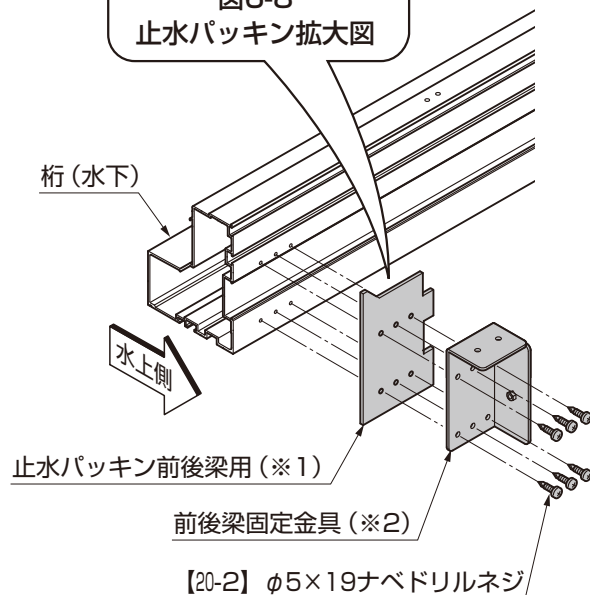
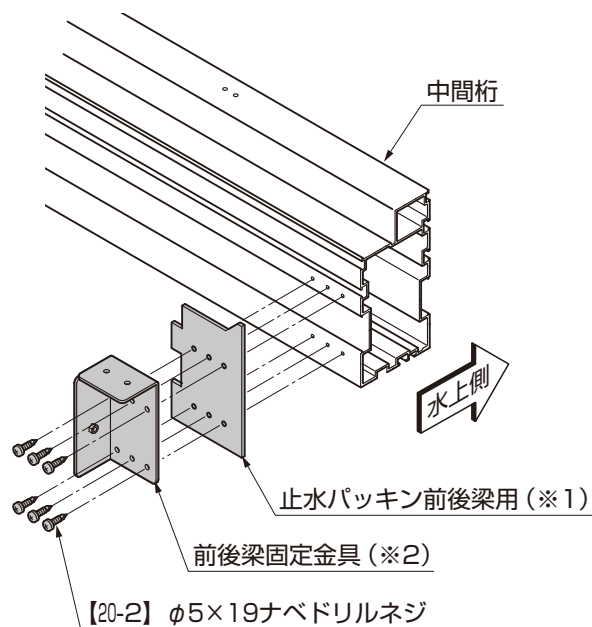
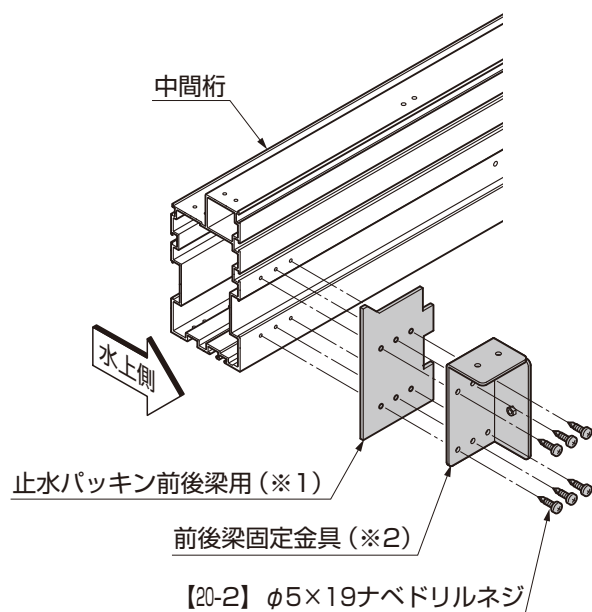
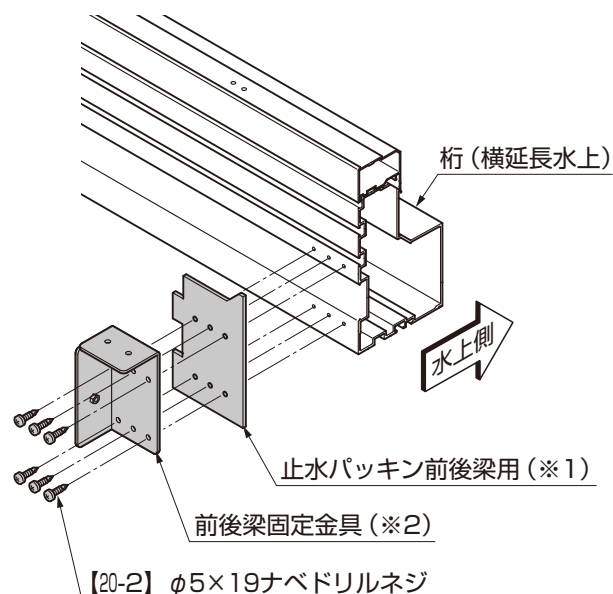

図6-9 A部詳細図 (水下側)
図6-10 B部詳細図 (中間部)
図6-11 C部詳細図 (中間部)
図6-12 D部詳細図 (水上側)
- ①各桁の穴と、止水パッキン前後梁用の穴を合わせ、止水パッキン前後梁用の裏面シール (※1) をはがして、各桁に取付けてください。
- ②各桁に、【20-2】で前後梁固定金具を取付けてください。(図6-9、図6-10、図6-11、図6-12参照)